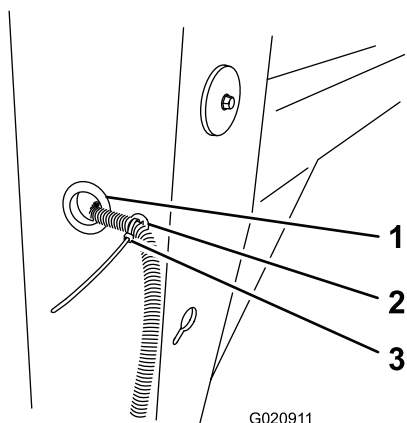

Figura 11
5. Pase el extremo delantero del arnés de cables hacia fuera a través del taladro de la parte delantera de la máquina de modo que queden unos 61 cm (24 pulgadas) de holgura más allá del extremo delantero de la barra de remolque (Figura 11).
6. Coloque el pasacables sobre el conector de 4 pines (Figura 12) del extremo delantero del arnés de cables, e instálelo en el taladro de la pata delantera (Figura 11).